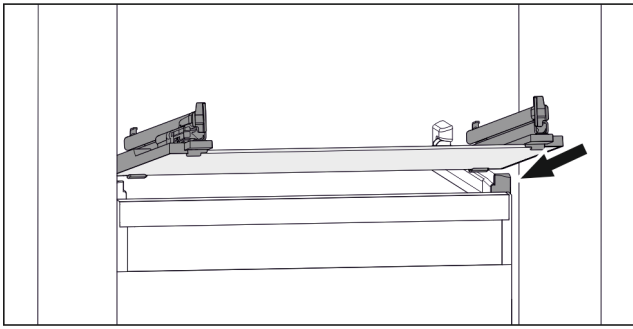

Fig. 47 Приблизне відображення скляної пластини
- ▶ Встановити скляну пластину за стопорами навкоси. (див. Fig. 47)